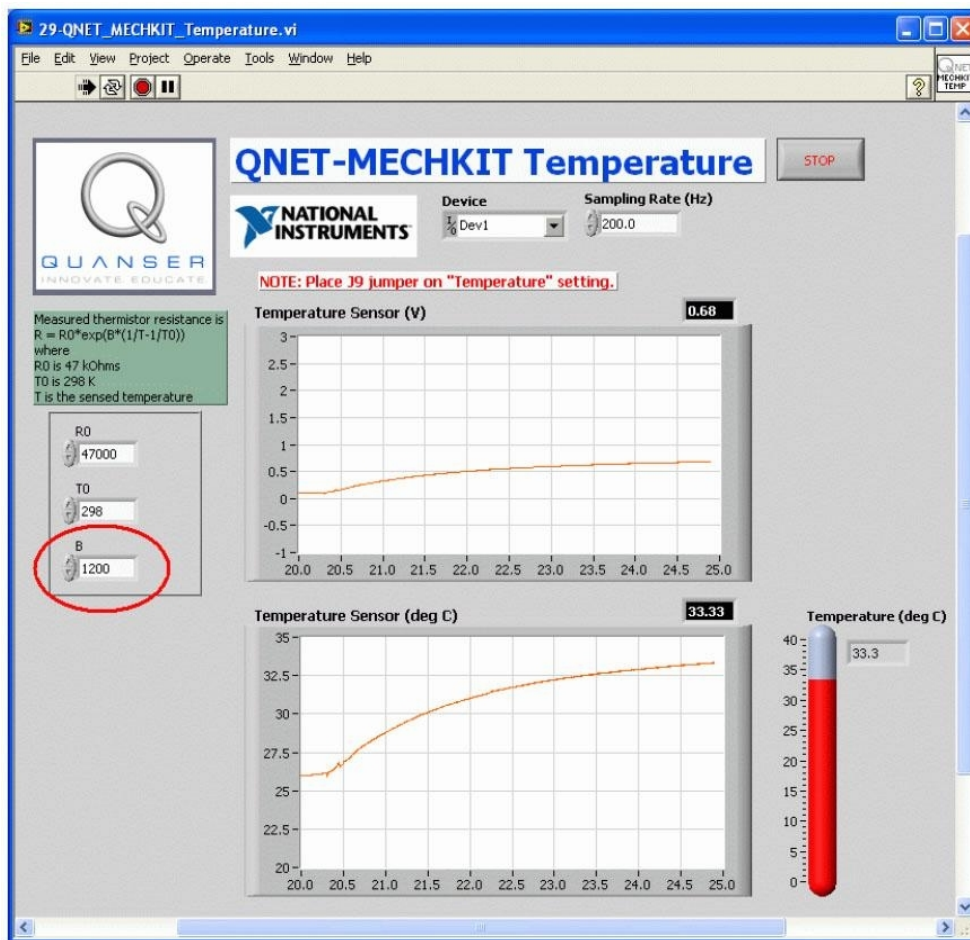

Рис. 4. Калибровка датчика температуры
4. **Задание 5:** Введите параметр B , который был найден в п. 3, в соответствующий элемент управления (рис. 4). Прикоснитесь пальцем к датчику и скопируйте характеристику, которая отображается на индикаторе *Temperature Sensor (deg C)*.